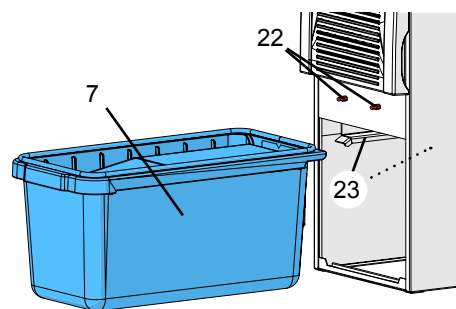

Bild 16
- ⇒ Kontrollera dammlådans tätningar (24) för skador och byt ut dem vid behov.
- ⇒ Skjut dammlådan rakt in så långt det går. Se till att dammlådan är korrekt isatt i styrningen (23, bild16).
- ⇒ Se till att dammlådan (5, bild 1) är korrekt isatt i styrningen (22, bild16).